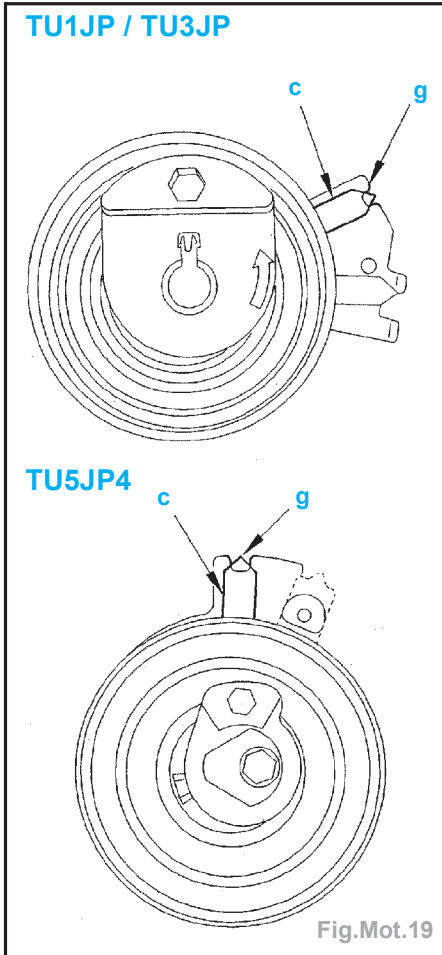

Fig.Mot.19
- Amener ensuite l'index «c» à sa position de réglage «g» (Fig.Mot.19).